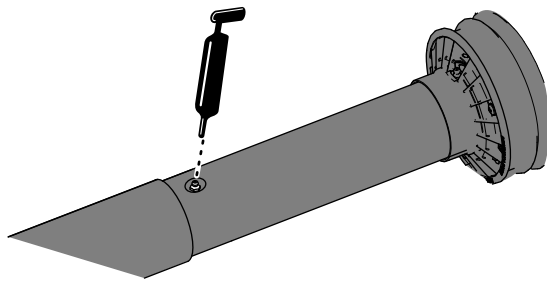

Figura 10
3. Estenda parcialmente o veio da transmissão da tomada de força para aceder ao bocal de lubrificação perto do meio do resguardo do veio da transmissão interno (Figura 10).
4. Aplique lubrificante nos bocais de lubrificação da junta do veio da transmissão telescópica, como se mostra na Figura 10.